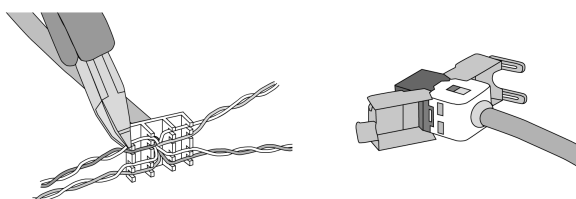

Figure 5: Raccordement du connecteur au câble Ethernet
- Raccorder le câble Ethernet au connecteur Ethernet. Décaper les fils Ethernet, ne pas isoler et poser dans le clapet du connecteur. Raccourcir les fils trop longs et placer le clapet correctement sur le connecteur (Figure 5).
- Raccorder le câble Ethernet à la borne (11) et au connecteur Ethernet.